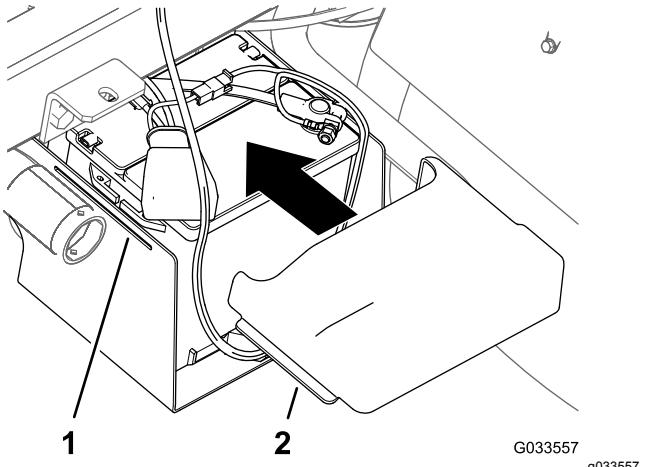

Figura 33
10. Schiacciate i lati del coperchio della batteria, allineate le lingue del coperchio con le fessure nella base della batteria e rilasciate il coperchio della batteria stessa (Figura 33).